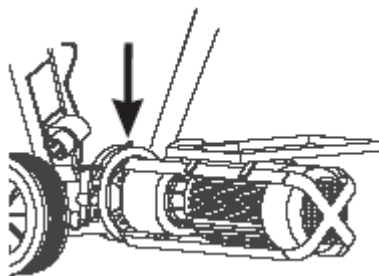

Рис. 11: Смазывание резинового сальника
- Регулярно заполняйте резиновый сальник смазкой через ниппель (смотрите Рис. 11), применяя смазочный пистолет.